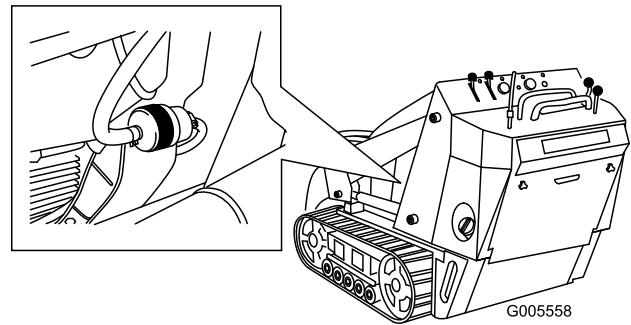

Figura 37
- Bloccate i tubi del carburante su entrambi i lati del filtro (Figura 37).
- Premete le estremità delle fascette stringitubo ed allontanatele dal filtro (Figura 37).